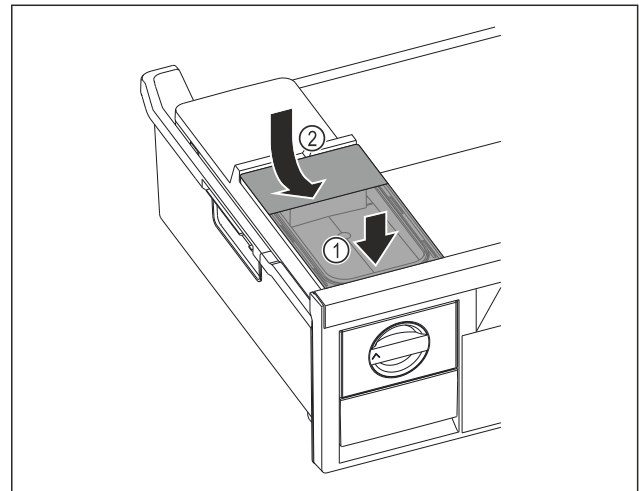

Fig. 150
- Wassertank vorne ansetzen. Fig. 150 (1)
- Wassertank hinten absenken. Fig. 150 (2)